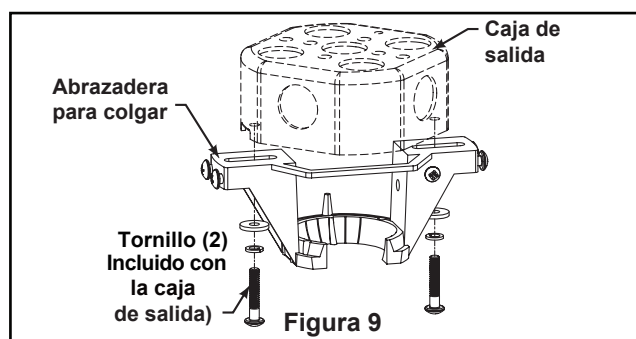

Figura 9
- ☐ 8. Presione hacia arriba el anillo de la cubierta de tornillos para ocultar los tornillos. Así, las pestañas de montaje se coloquen en las ranuras con muescas ubicadas en la cubierta del techo entre los tornillos. (Figura 9)
- ☐ 1. Fije bien la abrazadera para colgar a la caja de salida con los tornillos y las arandelas provistas con la caja de salida. (Figura. 9)